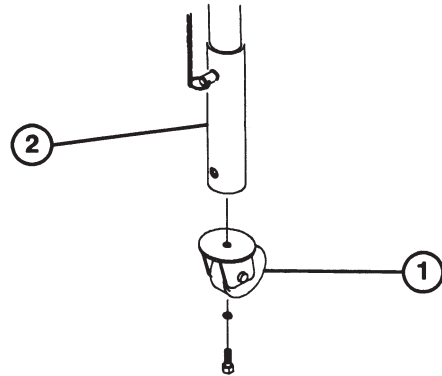

Bild 8
- Montieren Sie das Laufrollenrad mit der vorher entfernten Schraube und der Mutter an der hinteren Laufrolle/dem Sicherheitsständerrohr (Bild 8).